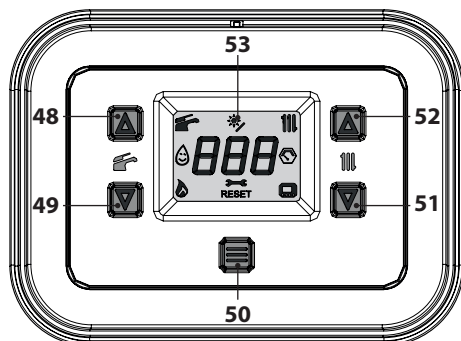
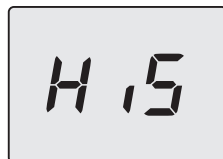
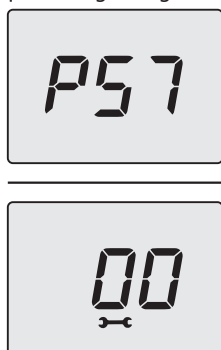

Figura 5.47
Figura 5.48
Figura 5.51
- Entrare in "modalità programmazione" premendo contemporaneamente per 5 secondi i tasti 49 e 51 (Figura 5.47) fino a far apparire sul display LCD le lettere **HIS** che indicano il menu "Storico delle caldaia" (Figura 5.48).
- Premere per 1 sec. il tasto 50 (Figura 5.47) per entrare nel parametro selezionato. Il display visualizzerà quanto segue (Figura 5.51).
- Premendo il tasto 50 (Figura 5.47) si ottiene la conferma del valore inserito. Il display visualiz-
- Premendo contemporaneamente i tasti 49 e 51 (Figura 5.47) si esce senza modificare il valore (ritorno al livello precedente).
- tenere premuti contemporaneamente i tasti 49 e 51 per 5 sec. (Figura 5.47) (ritorno al livello precedente).